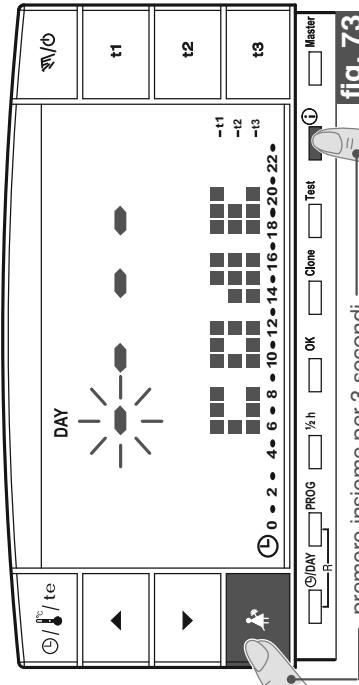
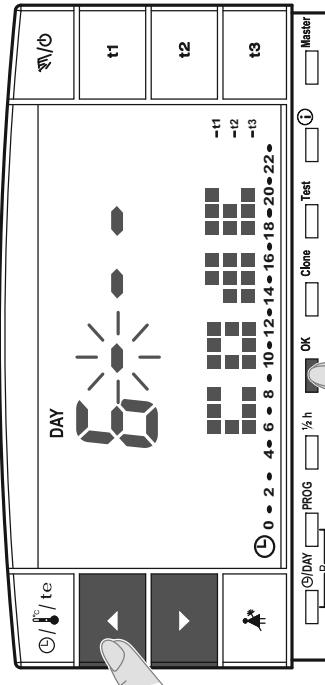
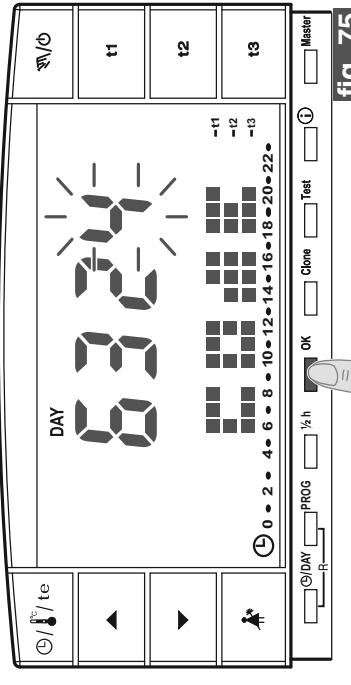

fig. 73
fig. 74
fig. 75
primo trattino a sinistra lampeggerà (fig. 73). Impostare il numero desiderato utilizzando i tasti e ; confermare premendo il tasto **OK** (es. fig. 74). Eseguire la stessa procedura per gli altri tre trattini (es. fig. 75).
- Se la password è abilitata e si cerca di attivare una delle funzioni protette, sul display apparirà la scritta **COdE** e il primo trattino a sinistra lampeggerà (fig. 73).
- Dal normale funzionamento del cronotermostato mantenere premuti (circa 3 sec.) i tasti ***#** e **①**. Sul display apparirà la scritta **COdE** e il primo trattino a sinistra lampeggerà (fig. 73).
- Inserire la password corrente utilizzando i tasti **▲▼**; confermare ogni valore premendo il tasto **OK** (esempio in fig. 75).